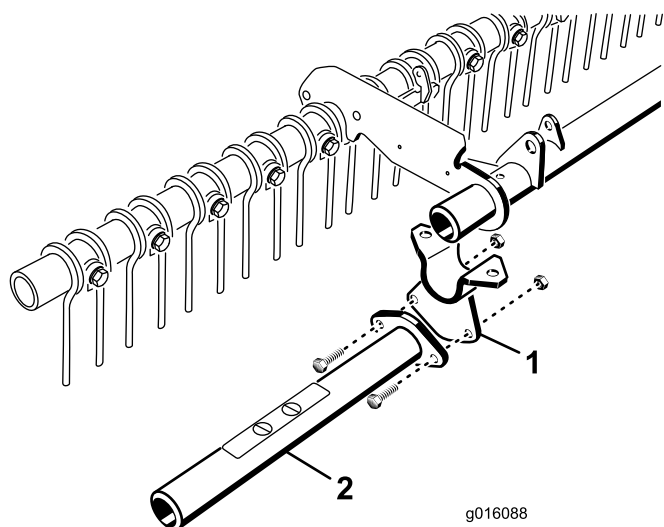

Рисунок 3
**Примечание:** Если тяговый блок Sand Pro оборудован системой инструментов среднего монтажа, снимите крепежные детали, с помощью которых крепится скоба крепления и ограждения опор (при наличии) с каждой стороны машины. Снимите и удалите в отходы скобы крепления, ограждения опор и крепежные детали (Рисунок 3). Поместите подставки под систему инструментов среднего монтажа для предотвращения ее опускания.